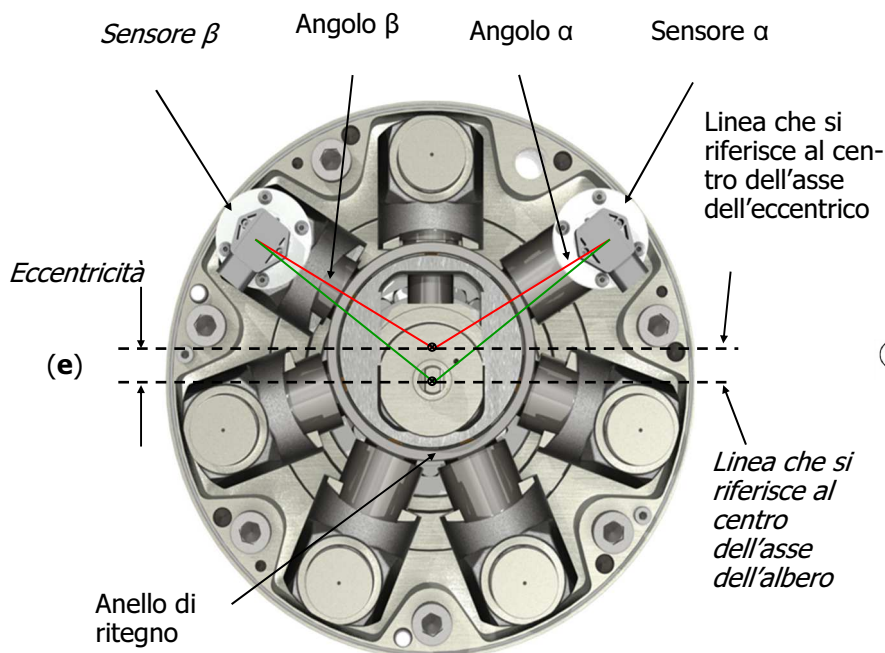

Fig.1: Simboli e nomenclature
Facendo riferimento alla figura 4, i sensori angolari Alpha e Beta (2), posizionati su due dei cilindri, ne rilevano la posizione angolare rispetto alla retta che interseca l'asse di rotazione dei codoli con l'asse albero (vedere anche gli angoli Alpha e Beta in Fig.1), in modo da determinare, tramite un algoritmo implementato nel controller (3), il valore dell'eccentricità e conseguentemente il valore della cilindrata.